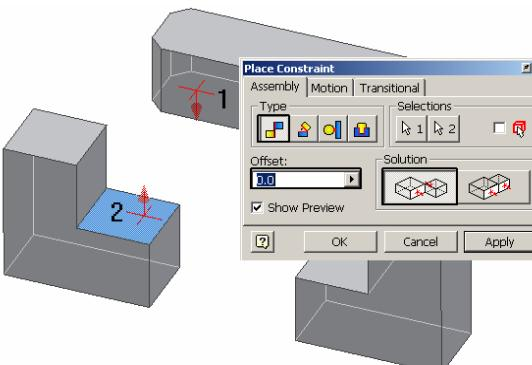

Figura 3.9.12.
- aliniere **Type - Mate, Solution - Mate, Offset = 0** față inferioară **Stâlp față 2 Podium 1** – lansare comandă **Constraint**, click punctul 1, click punctul 2, butonul **Apply**, figura 3.9.12. În urma operației, panelul **Browser Bar**, afișat în modul **Modeling View**, este completat cu intrarea **Mate**, redenumită **Mate ST-POD 1 Fata 2**.